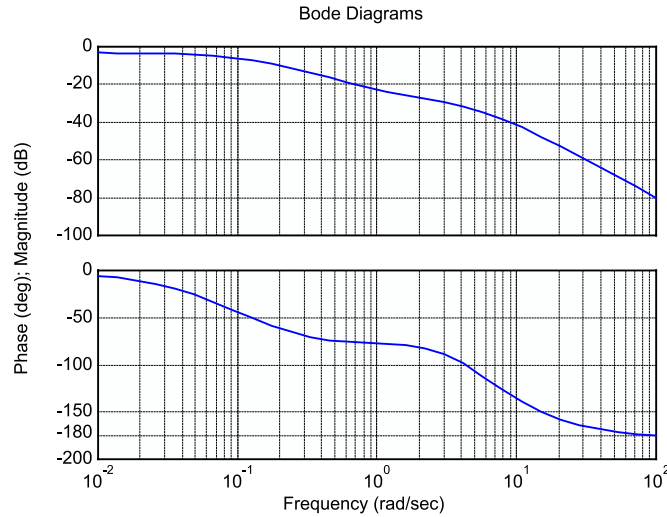

Figura 5-16
**Problema 152** Dissenyeu un controlador d'avanç de fase per a que el sistema amb la funció de transferència en llaç obert  $G(s) = \frac{s+2}{(s+0.1)(s^2+10s+29)}$  tingui un error estacionari per una entrada graó del 1% i un marge de fase de  $60^\circ$ . Ajuda: el diagrama de Bode de  $G(s)$  és el mostrat a la Figura 5-16.